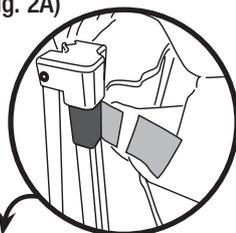

Fig. 2A
- Attach nylon fasteners, located on corners of shelter top, to four corners of frame post. (Fig. 2A)
- Attachez les attaches en nylon qui sont situées aux coins de la toile de l'abri, aux quatre coins des poteaux de l'armature. (Fig. 2A)